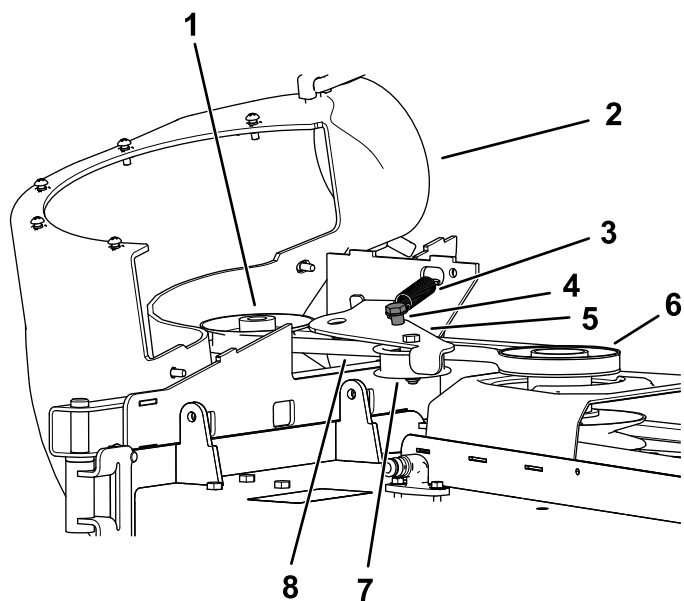

Figure 26
1. Chaussez la courroie sur la poulie de ventilateur (Figure 25 et Figure 26) ; voir 11 Montage du ventilateur (page 16).
3. Tirez sur la poulie de tension rappelée par ressort pour l'éloigner de l'ergot fixe et chaussez la courroie sur la poulie du plateau de coupe (Figure 26).
4. Acheminez la courroie autour de la poulie d'entraînement, comme illustré à la Figure 25 et la Figure 26.